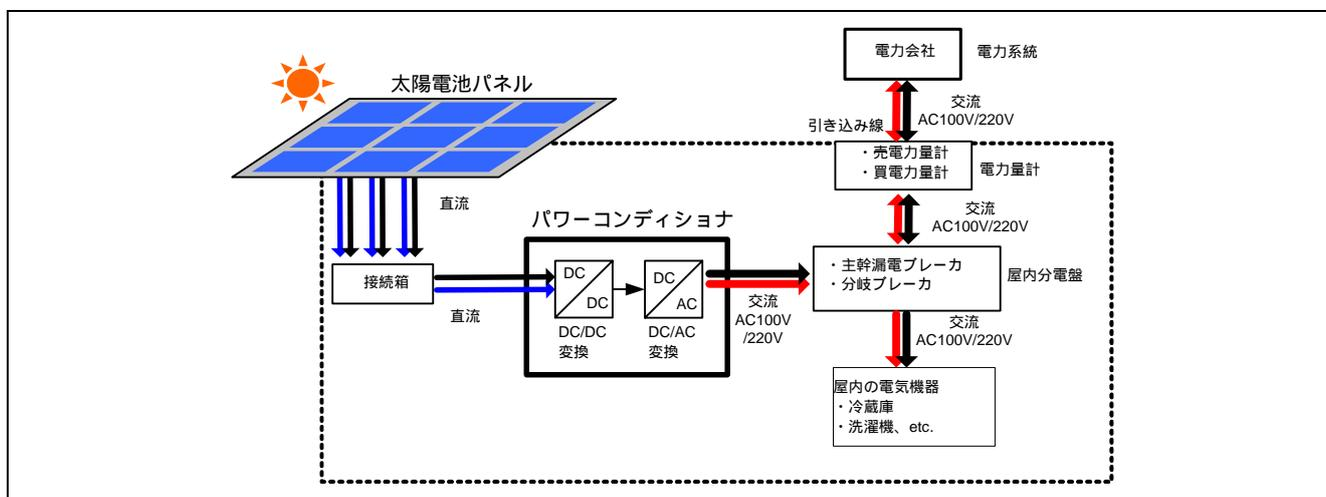

図 1 太陽光発電システムについて
太陽光発電システムは、太陽光エネルギーを直流電力に変換する太陽電池 (PV) パネルと、パワーコンディショナ (PCS) から構成されます。パワーコンディショナは、太陽電池パネルで発電した直流電力を家庭内で使用可能な交流電力に変換し、電力系統に接続します。図 1 に太陽光発電システムの概要を示します。